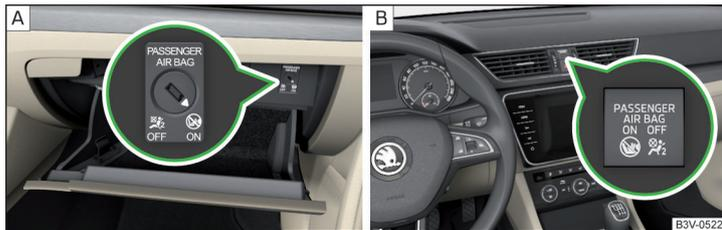

Abb. 23 **Schlüsselschalter für Beifahrer-Frontairbag / Kontrollleuchte für Beifahrer-Frontairbag**
Der Beifahrer-Frontairbag kann mit dem Schlüsselschalter abgeschaltet werden » Abb. 23 auf Seite 29 - A.
Stellungen des Schlüsselschalters » Abb. 23 - [A]
- OFF** Der Beifahrer-Frontairbag ist abgeschaltet - nach dem Einschalten der Zündung leuchtet die Kontrollleuchte **OFF**  » Abb. 23 - [B]